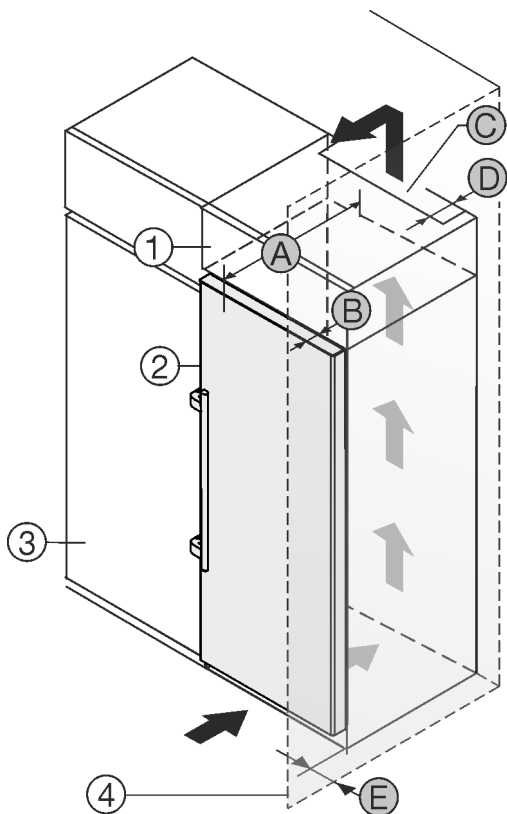

Fig. 2
- (1) Шкаф-пристройка \*
- (2) Уред \*
- (3) Вентилационно напречно сечение \*
- (B) Дълбочина на вратата \*
- (C) Вентилационно напречно сечение \*
Можете да поставите уреда непосредствено до кухненския шкаф Fig. 2 (3)\*.
От задната страна на шкафа-пристройка трябва да има вентилационен отвор с дълбочина Fig. 2 (D) по цялата ширина на шкафа-пристройка.\*
Под тавана на помещението трябва да е спазено сечението за вентилация Fig. 2 (C)\*.
Когато уредът се поставя с пантите до стена Fig. 2 (4), разстоянието между уреда и стената трябва да е поне 57 mm. Това отговаря на разстоянието, с което дръжките стърчат при отворена врата.\*
За да можете да отваряте вратата изцяло, уредът трябва да е издаден с дълбочината на вратата Fig. 2 (B) спрямо челото на кухненския шкаф. В зависимост от дълбочината на кухненските шкафове Fig. 2 (3) и използването на детайли за отстояние от стената, уредът може да излезе още по-напред.\*